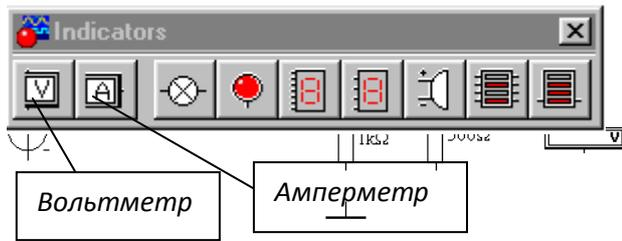

Рис. 6. Библиотека **Indicators**
2.3. Откройте библиотеку **Indicators** – индикаторные приборы (рис. 6).